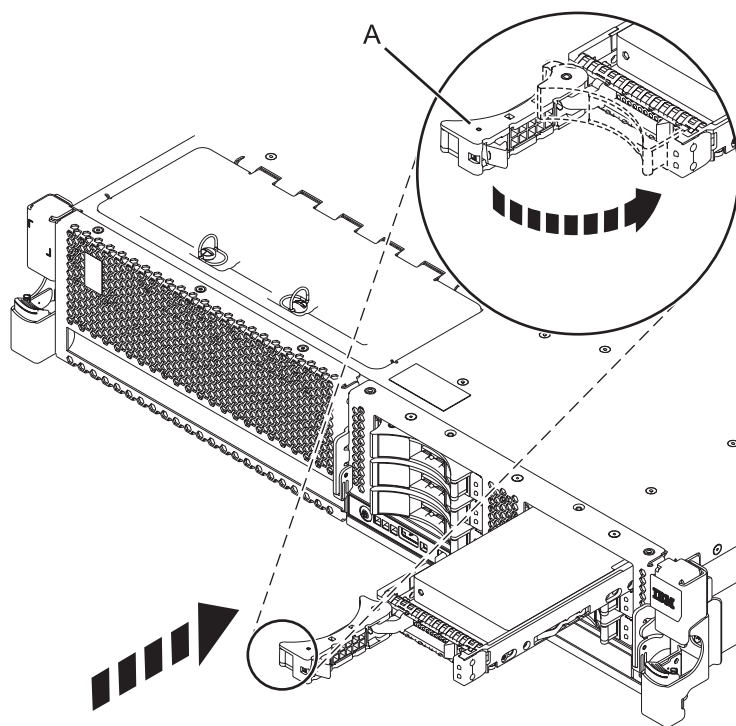

Figura 21. Instal·lació d'una unitat de disc al sistema
4. Inseriu del tot la unitat de disc o unitat d'estat sòlid al sistema o a la unitat d'expansió i feu pressió a la nansa de la unitat de disc o unitat d'estat sòlid **(A)** fins que quedi bloquejada. Consulteu Figura 21 a la pàgina 33.